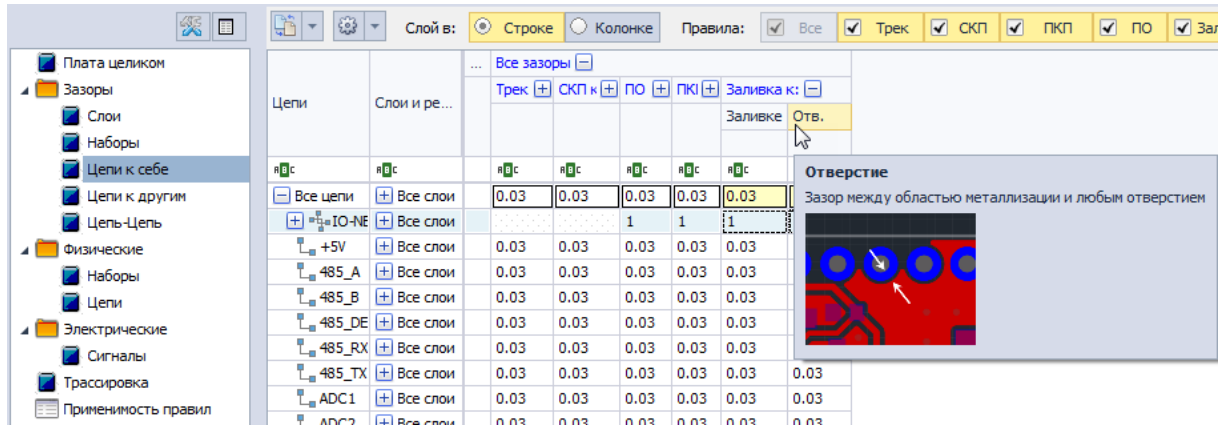

Рис. 26 Зазор между областью металлизации и любым отверстием
- Зазор между областью металлизации и любым отверстием обозначается как «Заливка к Отв.», Рис. 26.